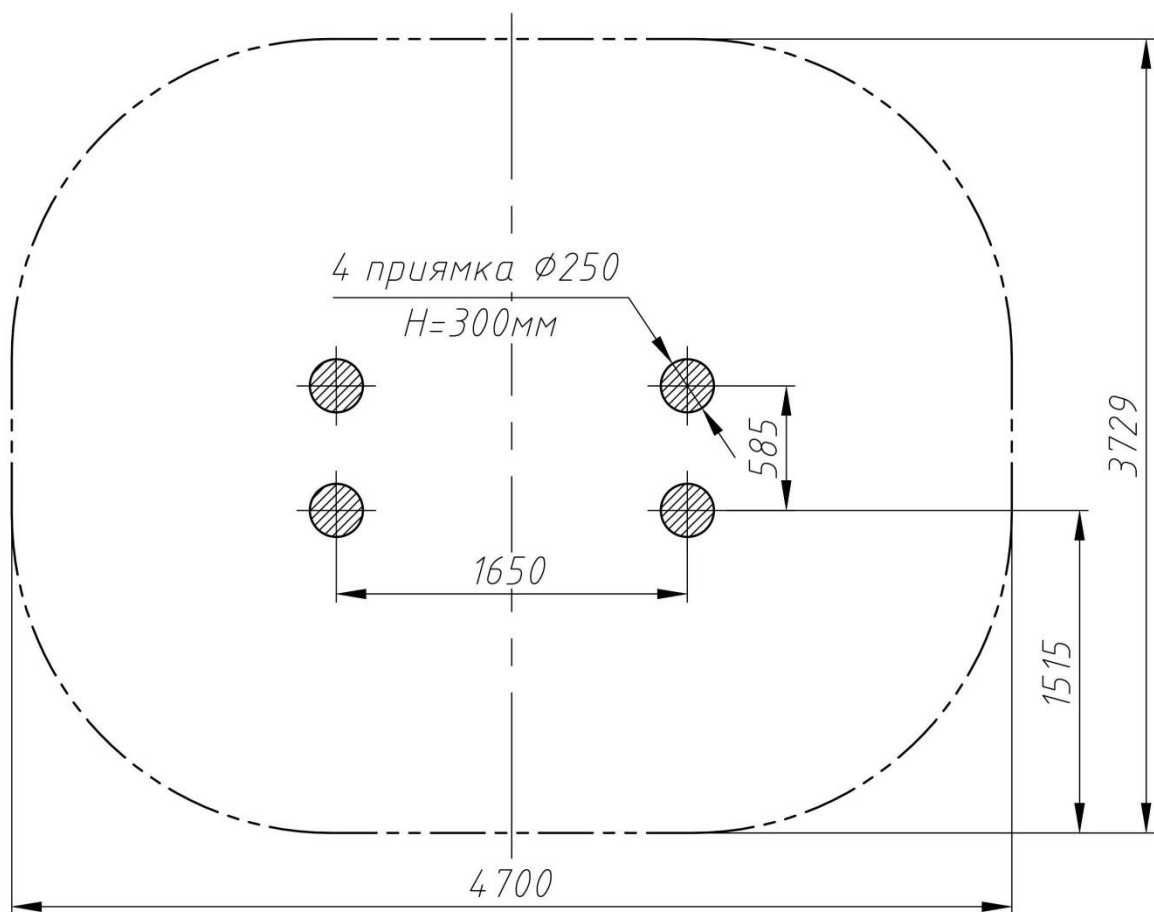

Рис.3 План фундамента скамьи РТР 048С
12.5. Скамью опустить в заранее подготовленные фундаментные приямки, выставить по нивелиру горизонтальность сидения, высота сидения от поверхности площадки – 460мм, забетонировать ножки скамьи. Фундаментные приямки выполняются в соответствии с планом фундамента (рис. 3).